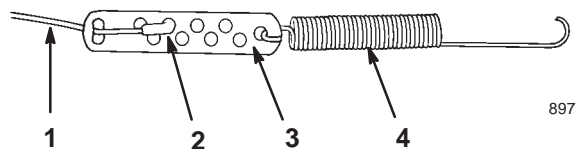

Figure 5
2. Accrochez le ressort au trou rond à l'extrémité du dispositif de réglage du câble (Fig. 5).
3. Fixez l'extrémité du câble au dispositif de réglage comme indiqué à la Figure 5.